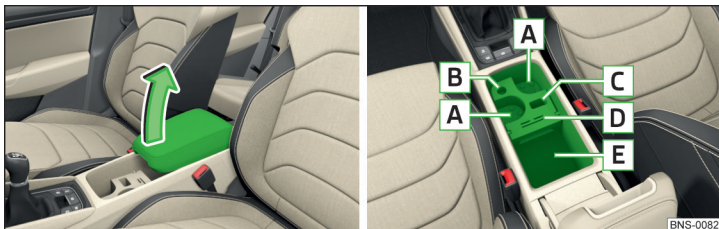

Fig. 117 Deschiderea compartimentului de depozitare/spațiul interior al compartimentului de depozitare
- Pentru **deschiderea** compartimentului de depozitare, ridicați cotiera până la capăt » **fig. 117**.
Interiorul compartimentului » fig. 117;